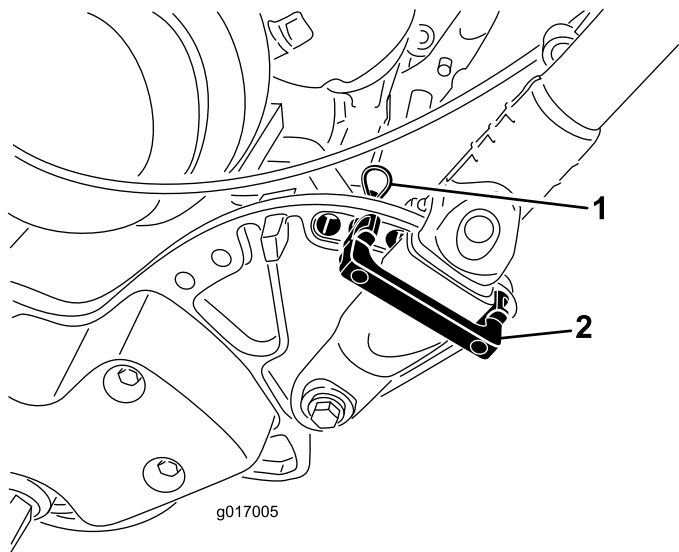

Bild 24
1. Nehmen Sie an jeder Seite des Rasenmähers die Splints aus den Griffbefestigungen (Bild 24).
2. Stützen Sie den Griff ab. Nehmen Sie die Splints an jeder Seite ab. Drehen Sie den Griff auf die gewünschte Einsatzzposition (Bild 24).